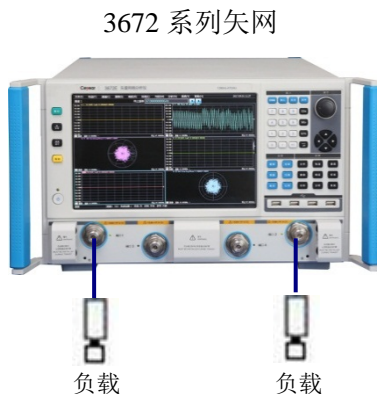

图 11.8 系统动态范围校准测试框图二
- 9) 直通校准完毕后, 如图 11.8 所示将两电缆连接断开, 在两个校准电缆端口连接负载;